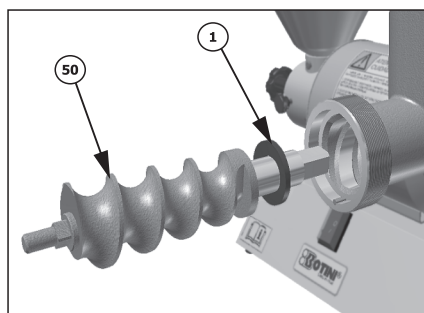
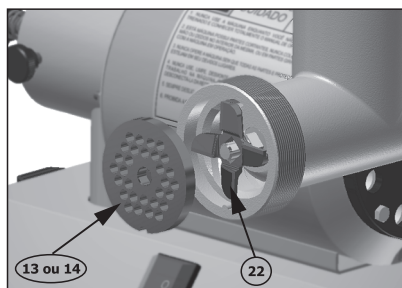

Figura 4
Figura 5
- Após coloque a rosca sem fim (50) e a arruela de celeron (1) dentro do corpo da boca (6) conforme *figura 4*, em seguida a faca cruzeta (22) e do disco para moer escolhido (13 ou 14) conforme *figura 5*.
**Nota:** A arruela de celeron (1) deve ser montada junto com a rosca sem fim (50) conforme seqüência mostrada no item 1.2.
**IMPORTANTE :** A faca cruzeta (22) deve ser colocada de modo que o lado de corte fique em contato com o disco para moer (13 ou 14) conforme *figura 5*.
**Nota: Jamais utilize as pontas dos dedos ou qualquer outro objeto que não seja o soquete (51) para empurrar a carne!**
**Observação:** Caso caia o rendimento do moedor de carne verificar a necessidade de troca da faca cruzeta (22) ou dos disco para moer (13 e 14) conforme *figura 5*. Nunca interrompa (desligue) o processo de moagem com carne em processamento.